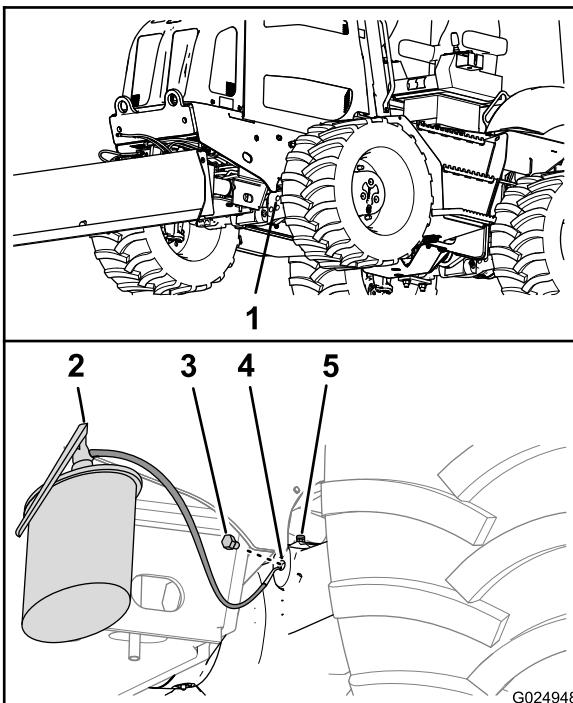
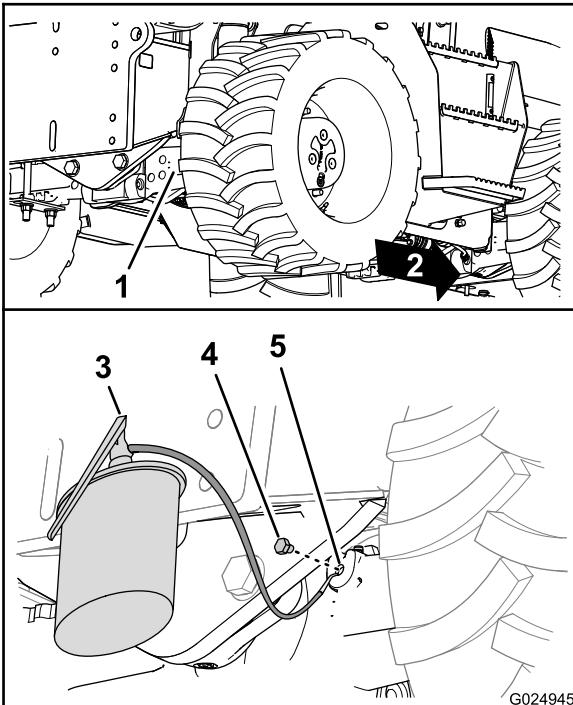

Рисунок 90
Рисунок 91
- Установите пробки сливных отверстий в сливные отверстия картеров ведущих шестерен мостов (Рисунок 90 и Рисунок 91).
6. Залейте масло указанного типа в мосты через смотровые отверстия, пока масло не будет на уровне резьбы в нижней части отверстия (Рисунок 90 и Рисунок 91)..
8. Заверните пробки в смотровые отверстия картеров ведущих шестерен мостов (Рисунок 90 и Рисунок 91).